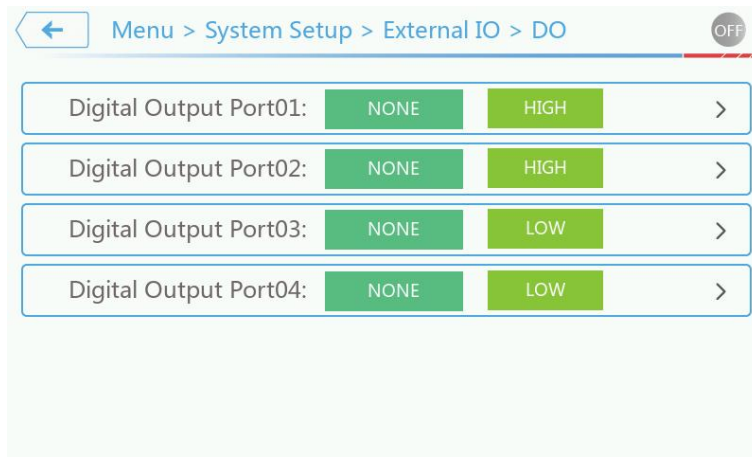

图 3-47 数字输出功能界面图
4、在内部使能的情况下，数字量输出接口高低电平对应 C3000 处于的机器状态数字量输出，功能使能后，对应机器状态，具体见下图 3-47。（有效电平或脉冲持续时间为 10ms）